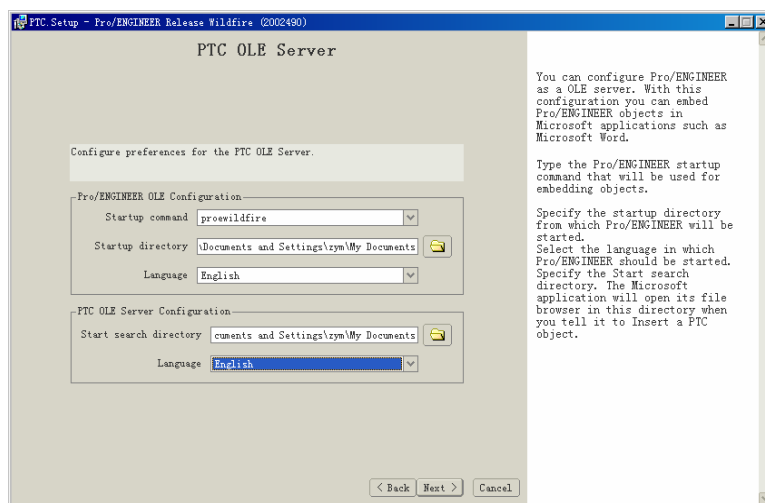

图 1.8 对象链接和嵌入环境设置
(8) 在如图 1.8 所示的界面中设置对象链接和嵌入环境。
如图 1.8 所示的界面中分为两部分。首先是对 Pro/ENGINEER Wildfire 启动环境的设置，这里包括启动命令的指定、默认启动目录的设置和语言的选择；其次是对 PTC 对象链接和嵌入服务器的设置，包括默认搜索目录和环境语言。设置情况见图 1.8，设置完毕之后单击“Next”按钮，进入下一步安装界面。